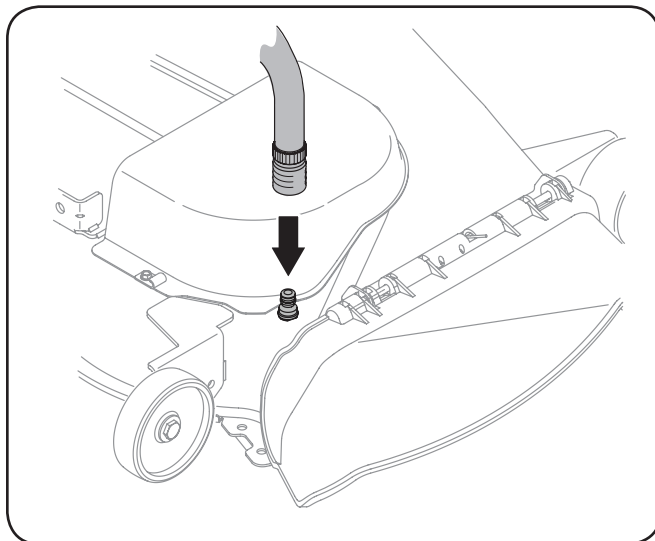

Figure 6-5
4. Installez l'adaptateur du boyau sur le gicleur situé sur le plateau de coupe. Voir Figure 6-5.